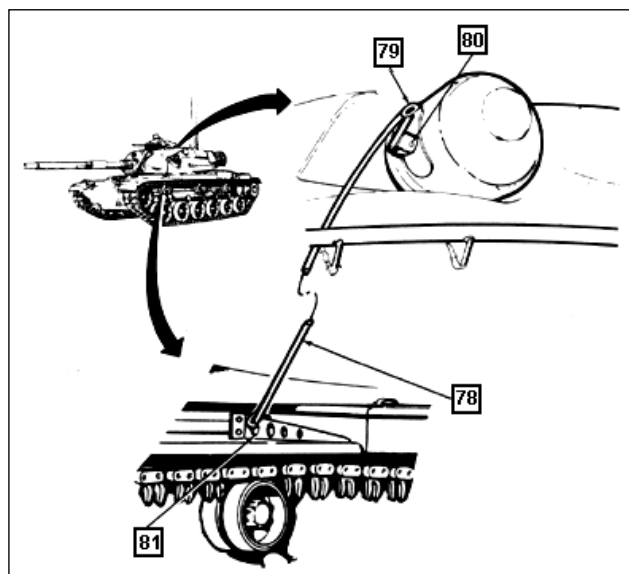

Fig 8-32. Amarração dos tampões das cabeças do telêmetro laser
(25) A quarta e quinta peça de cordão(78) irão unir os anéis(79) das alavancas de soltura rápida dos tampões(80) das cabeças do telêmetro aos suporte dos pára-lamas(81) em cada lado do CC. (Fig 8-32)
(26) Guardar o ferramental usado na instalação do "kit".